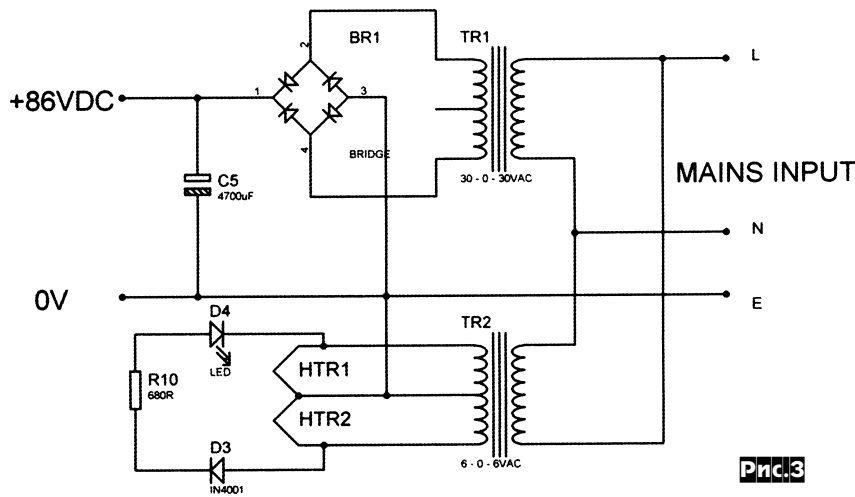

Рис.3
систему при включении питания усилителя. R3 замыкает цепь общей ООС как по постоянному, так и по переменному току. Первая стабилизирует режимы всех каскадов, а вторая стабилизирует общее усиление на требуемом уровне. Схема блока питания показана на **рис. 3**. Здесь TR1 - 160-ваттный сетевой трансформатор с двумя обмотками по 30 В, а TR2 - 20-ваттный накальный с двумя обмотками по 6 В («Electronics World» №3/2004, с.48-51 *).
- (A) COMPENSATOR (FIG.3)
- (B) UNBALANCED WOOFER, $f_3 = 40.5\text{ Hz}$, $f_{-3} = 38\text{ Hz}$, $Q_b = 0.75$
- (C) COMPENSATED WOOFER, $f_3 = 14\text{ Hz}$